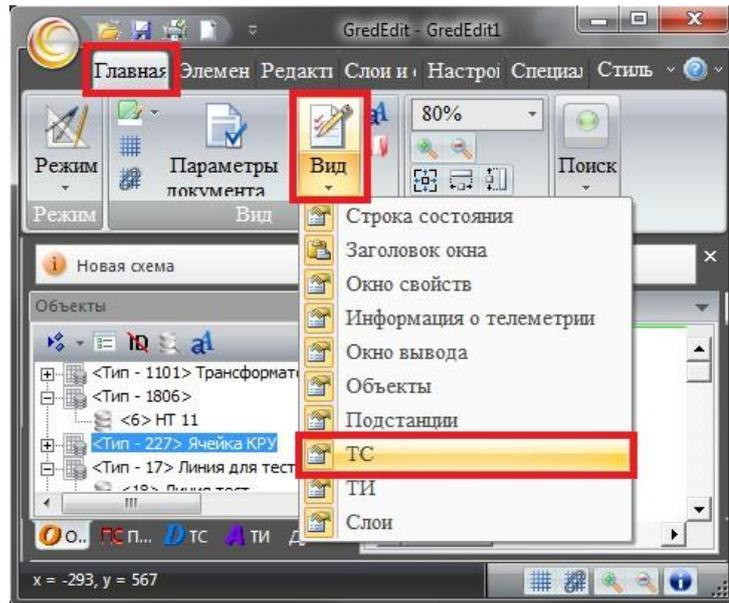

Рисунок 436 – Вызов окна «ТС»
- вызвать окно «ТС» в меню «Вид» (рисунок 436);